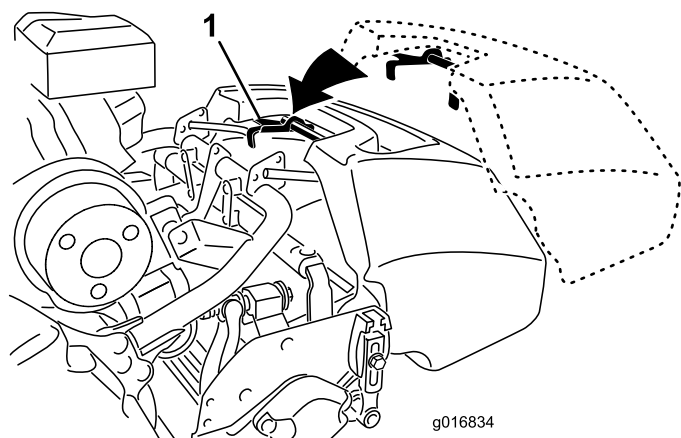

Figura 9
1. Agarre no cesto pela pega (Figura 9).
2. Oriente o rebordo do cesto entre as placas laterais da unidade de corte e sobre o rolo frontal (Figura 9).
3. Instale os ganchos do cesto por cima do arco da estrutura (Figura 9).